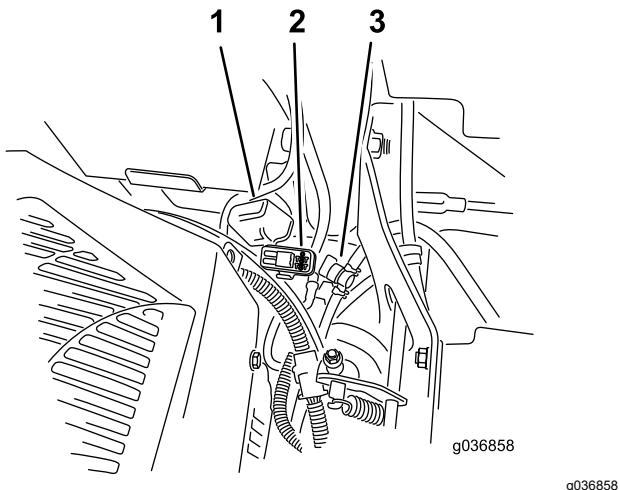

Figura 54
Los fusibles están situados en la consola de la derecha, junto al asiento (Figura 54).
2. Instale un fusible nuevo (Figura 54).